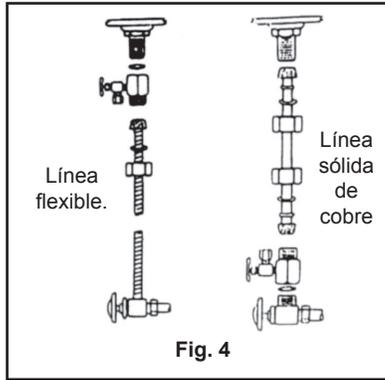

Fig. 4
- 4 Por favor siga la (Fig.4) para la instalación de línea flexible y de la salida sólida de cobre.